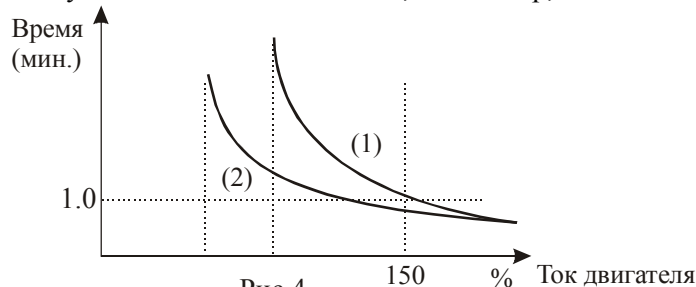

Рис.4
2. Когда двигатель работает на низких скоростях, его охлаждение от встроенного вентилятора становится менее эффективным, чем на номинальной скорости. Уровень срабатывания электронного теплового реле определяется характеристикой 2, приведенной на рис. 4.